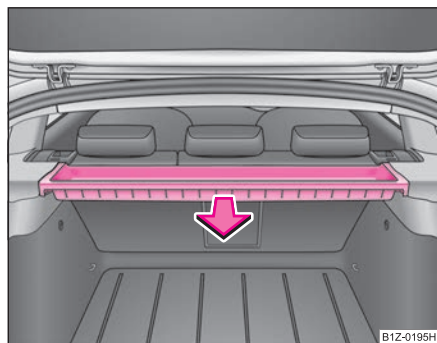

Fig. 114 Demontarea compartimentului
- Prindeți compartimentul cu ambele mâini și trageți în sensul săgeții ⇒ fig. 114.